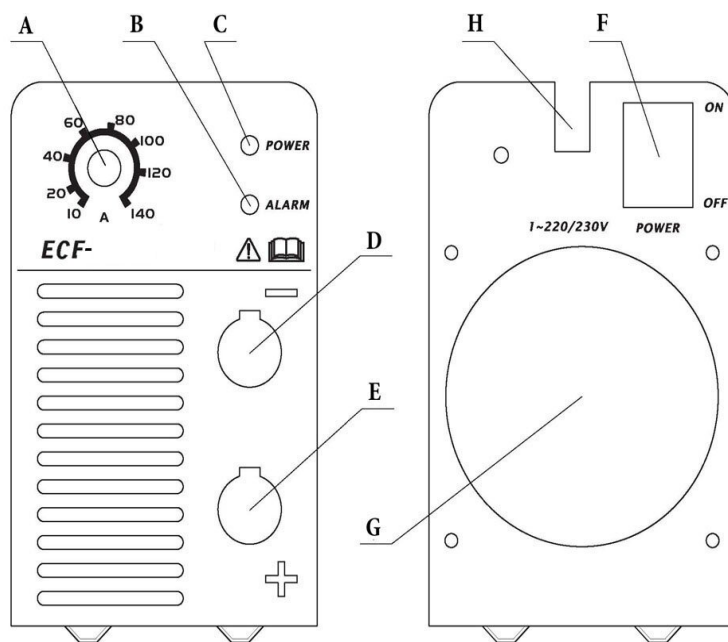

Fig. 1
El led B (fig. 1) señala esta operación: en ese caso hay que esperar algunos minutos antes de rearmar el aparato.
- Cerciorarse que el interruptor F fig. 1 se encuentre en la posición OFF o que el enchufe del cable de alimentación no esté conectado con el arranque de alimentación, por lo tanto, hay que adaptar los cables para soldar respetando la polaridad exigida por el fabricante de los electrodos que se usarán.
- Encender la máquina mediante el interruptor F fig. 1.
- Conectar el conector del cable de masa al polo positivo (+) E (fig. 1) de la soldadora y el borne al pedazo que se encuentre más cerca de la soldadura, cerciorándose que exista un buen contacto eléctrico.
- Conectar el conector de la antorcha TIG al polo negativo (-) D (fig. 1) de la soldadora.